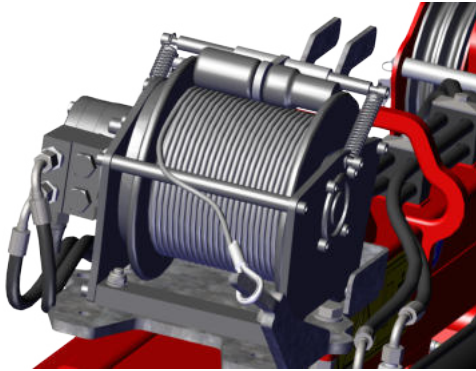

Figura 4.8 Controllare la fune
2. Verificare che la fune sia ben avvolta e aderente sul tamburo, in caso contrario svolgere la fune e poi avvolgerla saldamente (vedi *Figura 4.8*)
6. Quando la fune non è in uso, fissare l'asola della fune all'apposito gancio sull'argano (vedi *Figura 4.8*).
1. Dopo aver utilizzato l'argano, avvolgere la fune fino a portarne l'estremità a circa un metro dalla parte anteriore della gru, poi guidarla lungo le pulegge, tirarla e avvolgerla (v. Figura 4.8).